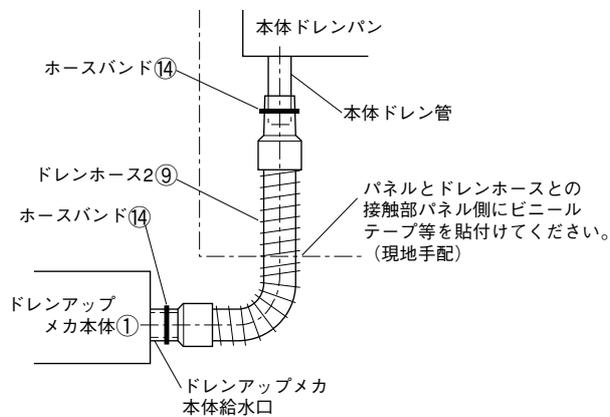

図10
- 1) 本体ドレン管と、ドレンアップメカ本体①のドレン給水口をドレンホース2⑨にて接続してください。—図10